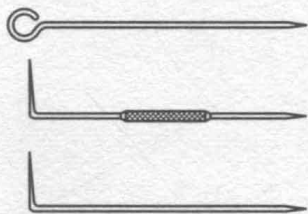

图 1-1 划针
(1) 划线的常用工具
① 划针(如图 1-1 所示)。它用工具钢或弹簧钢丝制成,端部磨尖成 $15^{\circ} \sim 20^{\circ}$ 夹角。